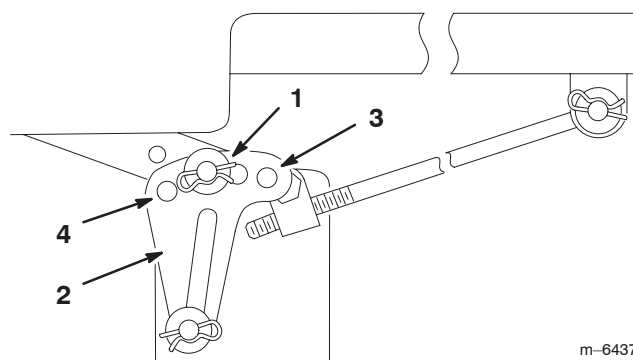

Figure 39
6. Enlevez la goupille fendue et la rondelle de l'une des pattes de mise à niveau (Fig. 39).
7. Pour mettre les lames de niveau, fixez les pattes de mise à niveau dans un autre trou à l'aide de la rondelle et de la goupille fendue (Fig. 39 et 40). Utilisez un trou plus en avant pour réduire la hauteur de ce côté, ou un trou plus en arrière pour l'augmenter. Réglez les deux côtés selon les besoins.